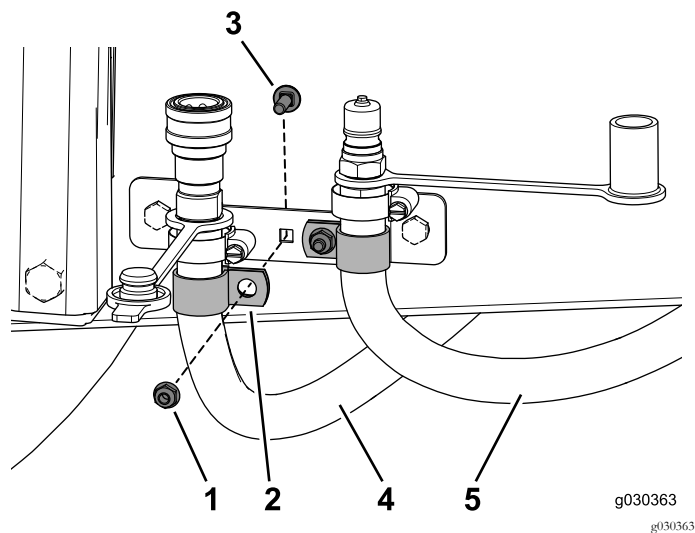

Bild 40
3. Bringen Sie eine Schlauchklemme an jedem Schlauch an (Bild 40).
4. Befestigen Sie die R-Klemme mit der Schlossschraube (1/4" x 3/4") und Bundmutter (Bild 40).